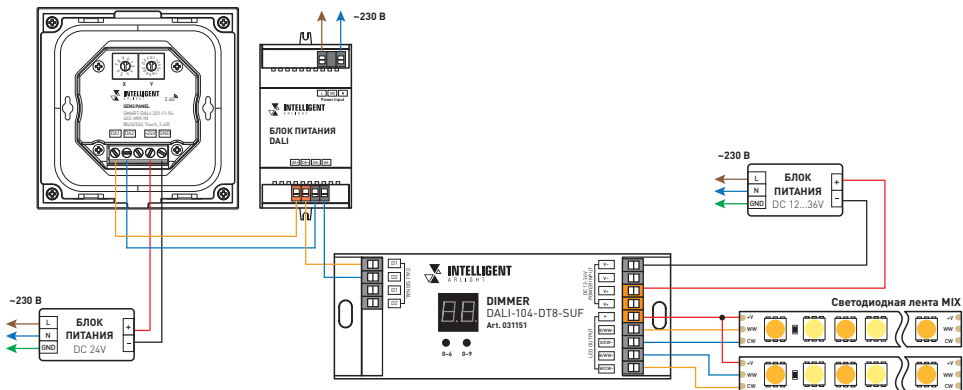
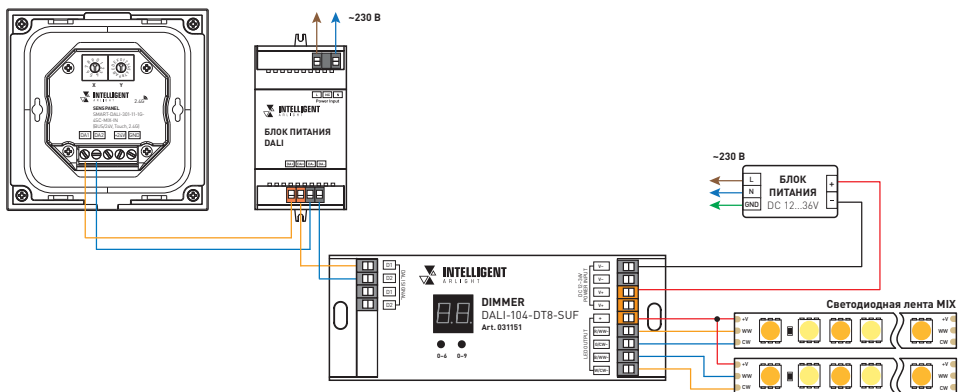

Рис. 1. Подключение панели SMART-DALI-301-11-1G-4SC-MIX-IN с питанием от внешнего источника напряжения DC 24 В
Рис. 2. Подключение панели SMART-DALI-301-11-1G-4SC-MIX-IN с питанием от шины DALI
- 3.3. Соедините оборудование согласно схемам на рис. 1, рис. 2.